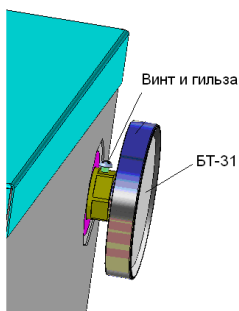

Рис.7 Термометр для котлов **КС-Т-11п и КС-Т-15п**
5.3.2 На котлы КС-Т-11п и КС-Т-15п установить на боковую поверхность термометр БТ-31 (табл.2). С термометра БТ-31 снять винт М3 и гильзу (**рис.7**). Резьбовую часть гильзы уплотнить лентой ФУМ, завинтить в бобышку на котле. Термометр БТ-31 надеть на гильзу и закрепить винтом М3.